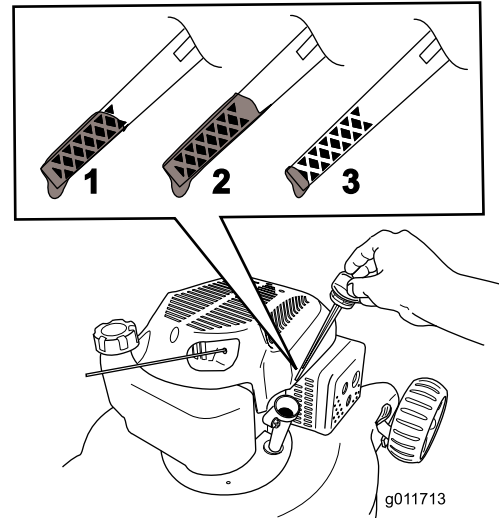

Figura 8
5. Para determinar el nivel de aceite correcto, consulte Figura 8.
- Nota:** Llene el cárter con aceite hasta que la varilla indique que el nivel del aceite del motor es correcto, según se muestra en Figura 8. Si usted llena demasiado el motor, vacíe el exceso de aceite siguiendo las instrucciones de la sección Cómo cambiar el aceite del motor.